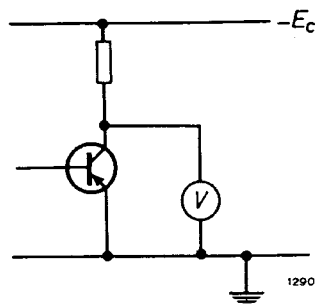

Fig. 1
1. Het meten van de zenerspanning V_{TO} van de collector (Fig. 1)